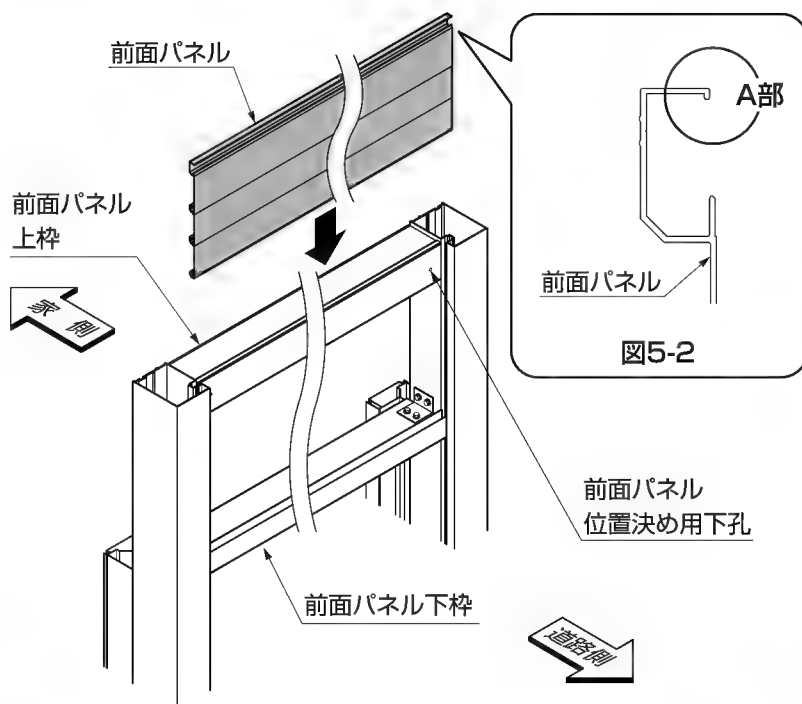

図5-1
- ①前面パネルを柱の溝に上から差込んでください。(図5-1参照)